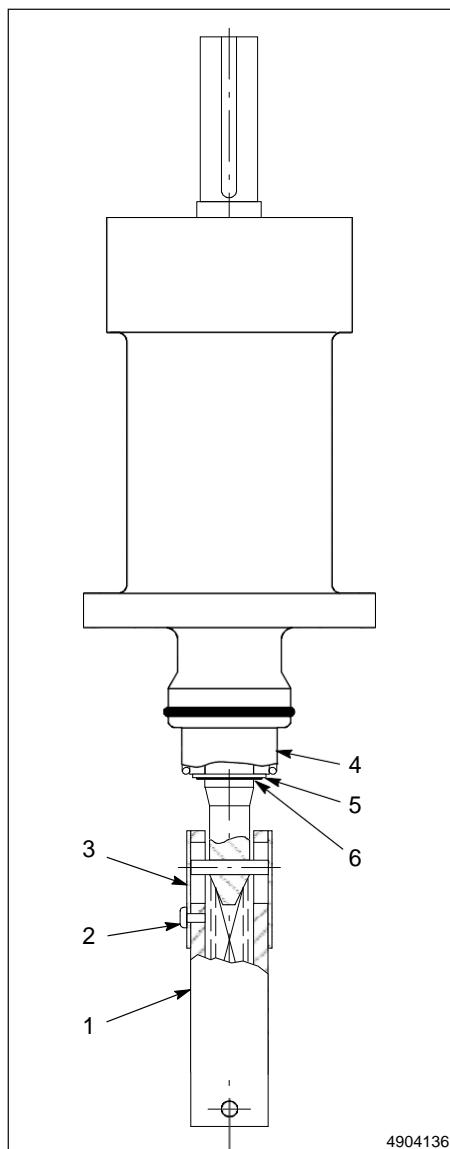

Fig. A 9-4 Removendo a vedação de face
Ver a Figura A 9-4
**NOTA:** Ver a Figura A 9-4. Usar adesivo travante de roscas no parafuso cabeça panela (2) para mantê-lo na manga de retenção (3).
1. Substituir os espaçadores do conjunto de açãoamento (7) e ajustar o conjunto de açãoamento (9) na chapa de alinhamento (8). Certificar que o acoplamento de açãoamento (Ver a Figura A 9-4, (1)) se alinha com o eixo de transmissão da bomba.
2. Inserir os parafusos e as arruelas (10) o conjunto de açãoamento na chapa de alinhamento e apertá-lo uniformemente.